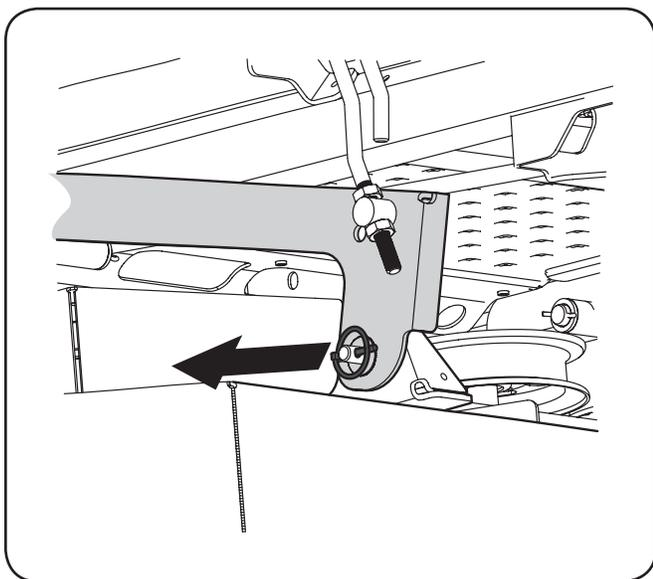

Figure 7-6
- Repérez la goupille de déverrouillage placée sur chaque côté du plateau de coupe. Retirez les goupilles pour dégager les deux bras de relevage. Voir Figure 7-6.
- Retirez les goupilles de déverrouillage et placez le plateau de coupe de façon à aligner les trous sur les bras de relevage avec les goupilles. Voir Figure 7-6.